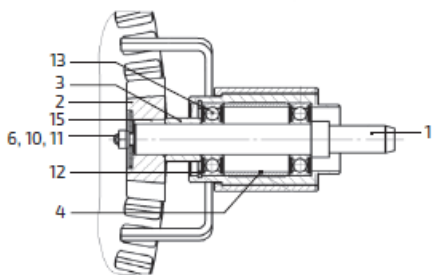

Рис. 14. Замена приводной шестерни и подшипников
2. Отвернуть болт (10), снять шайбы (6, 11) (рис. 14). Используя съемник, снять шестерню (2). Проверить состояние зубьев шестерни, при необходимости заменить. Шпонку (15) допускается не снимать.
3. Если замена подшипников не требуется, необходимо сориентировать шпоночный паз на шестерне и валу, запрессовать шестерню (2) на вал (1) и повторить переходы в обратном порядке (рис. 14). Если требуется еще и замена подшипников, то предварительно необходимо снять шпонку (15). Используя щипцы для установки стопорных колец, вынуть стопорное кольцо (12). Используя оправку, выпрессовать вал в сборе с подшипниками со стороны присоединения привода. Снять подшипники (13) с вала.